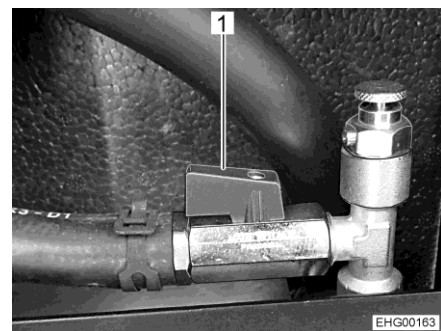

Fig. 171 Grifo esférico (abierto)
- Ajustar la palanca (Fig. 171,1) en paralelo a la tubería.